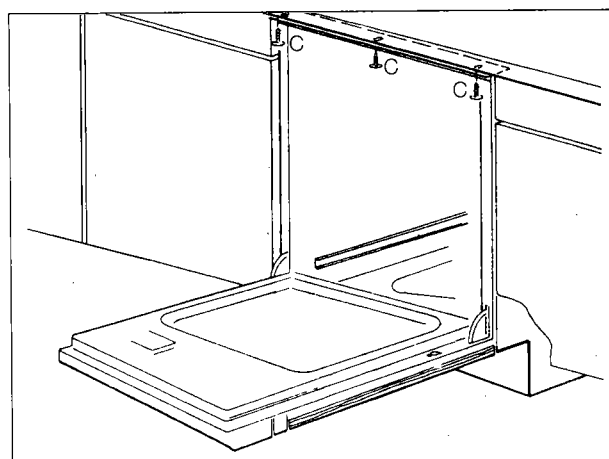

Fig. 3e
- ◆ Fixera maskinens position genom att skruva fast den i bänkskivan ovanför. Använd de skruvar som medföljer. Detta är viktigt så att inte maskinen tippar framåt när luckan öppnas och belastas (se fig. 3e/C).